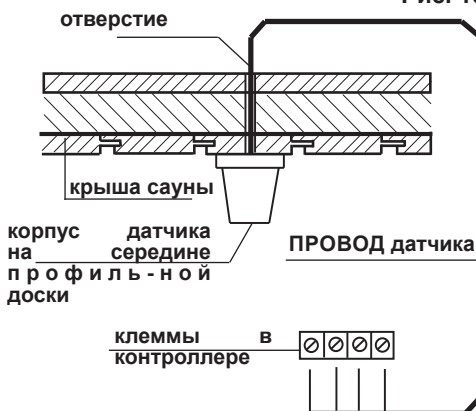

Рис. 11
3. Протяните кабель через просверленное отверстие и подключите провод датчика согласно Рис. 11
4. Зажмите провода для ограничителя (белые) и для температурного датчика (красные) на плате датчика в соответствии с рис. 11; затем вставьте плату датчика в корпус до зацепления.